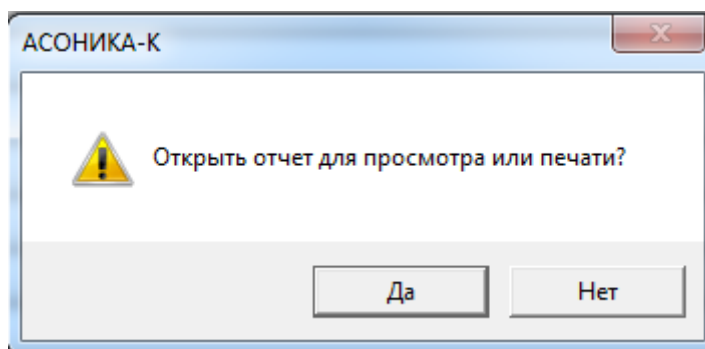

Рис. 3.56. Окно «АСОНИКА-К»
- В появившемся окне «АСОНИКА-К» (см. рис. 3.56) выберите один из вариантов.